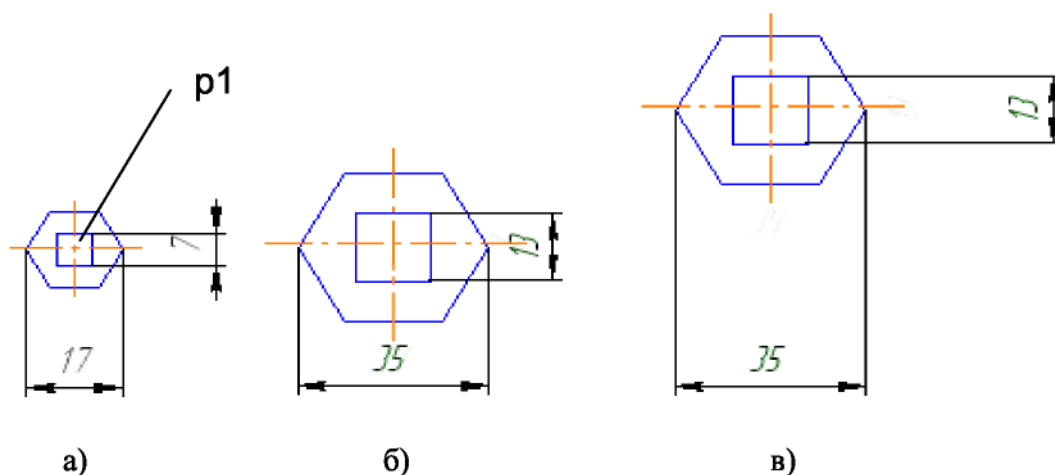

Рис. 4.7. - Примеры масштабирования объектов
Если среди выделенных объектов имеются размеры, то их номинальные значения будут откорректированы в соответствии с масштабным коэффициентом. Для управления выносными линиями размеров в **Панели свойств** имеются переключатели:  - **Не масштабировать** и  - **Масштабировать**. Работа переключателей проиллюстрирована на рис. 4.7а, б, в. На рис. 4.7а показано исходное изображение фрагмента, на рис. 4.7 б - масштабирование при включенном переключателе  и на рис. 4.7 в - масштабирование при включенном переключателе . Одни и те же выделенные объекты могут быть масштабированы несколько раз за одно обращение к команде.
- 3) после задания в **Панели свойств** масштабного коэффициента, необходимо указать точку, относительно которой будет происходить масштабирование. Такая точка на рис. 4.7 а обозначена - точка **p1**;